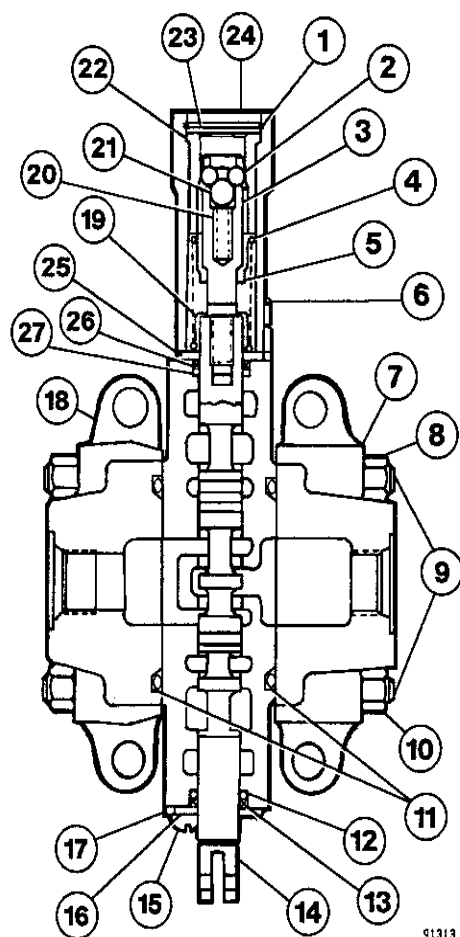
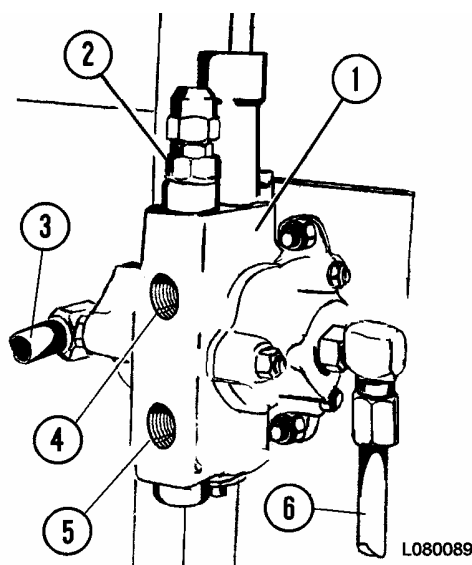

FIGURA 8-13. VALVULA PILOTO DE ELEVACION
FIGURA 8-14 VALVULA DE ALIVIO
2. Saque el perno pulido (15, Figura 8-13), la placa del sello (16), el excéntrico (13) y el anillo de goma (12)
3. Saque el anillo de retención (1), los pernos (6), la tapa (24), el espaciador (23) y la camisa de retén (22). Las bolas de detención (2) y (21) caerán libremente cuando se saquen la tapa y la camisa de retén. Separe la tapa (24), el espaciador (23) y la camisa de retén (22) porque será necesario para reensamblar.
4. Saque cuidadosamente el carrete (14) de la caja del carrete (17). Saque el retén del sello (25), el excéntrico (26) y el anillo de goma (27) del carrete.
5. Inserte una varilla en los orificios cruzados del pasador de retén (3) y destornille del carrete (14). Presione levemente contra el pasador de retén a medida que se desengancha y se libera la tensión del resorte.
6. Saque los asientos del resorte (19), el resorte (4) y el espaciador (5).
7. Saque la válvula de alivio (2, Figura 8-14) de la caja del carrete (1).
9. Saque las tuercas (8) y (10, Figura 8-13) y saque los tirantes de acoplamiento (9). Separe las cajas de la válvula. Saque el anillo de goma (11). Saque, de la caja del carrete, la retención del cabezal móvil y el resorte (ubicados en el costado de la caja de salida de la caja del carrete).
4. Inspeccione el carrete (14, Figura 8-13). El carrete no debe tener marcas longitudinales, mellas o ranuras.
5. Pruebe el carrete (14) en la caja del carrete para ver si calza. Debe calzar libremente y girar una vuelta completa sin pegarse.
6. Coloque un anillo de goma nuevo (27, Figura 8-14) y el excéntrico (26). Monte el retén del sello (25).
7. Monte el espaciador (5), los asientos del resorte (19) y el resorte (4). Atornille el pasador de retén (3) en el carrete (14). Se requerirá una leve presión para comprimir el resorte de retén. Apriete el pasador de retén con un torque de **9-11 N.m (84-96 in. lbs.)**. Monte el resorte (20). Monte cuidadosamente el carrete en su caja.
8. Aplique grasa a los orificios cruzados del pasador de retén (3) para sostener las bolas (21) y (2).
9. Deslice la camisa de retén (22) en la tapa (24) y coloque sobre un punzón. Usando este punzón, presione la bola (21) e inserte las bolas (2) en los orificios cruzados del pasador de retén.
10. Mientras sostiene la bola (21), deslice la camisa de retén (22) y la tapa (24) como un conjunto sobre el pasador de retén (3). Continúe insertando la camisa de retén (22) hasta que haga contacto con el asiento del resorte (19).
11. Asegure la tapa (24) en su lugar con pernos (6). Apriete los pernos (6) con un torque de **7 N.m (5 ft. lbs.)**. Monte el espaciador (23) y el anillo de retención (1).
12. Instale un anillo de goma nuevo (12) y el excéntrico (13). Instale la placa del sello (16). Instale los pernos pulidos (15).
13. Usando anillos de goma nuevos, monte la válvula de alivio (2, Figura 8-14) en la caja del carrete.